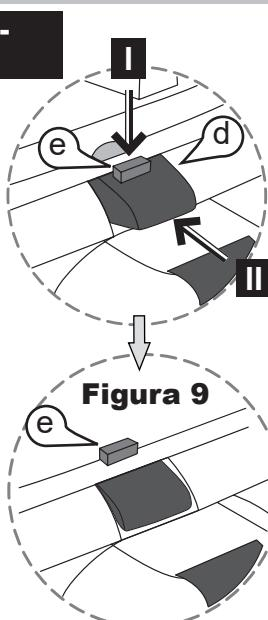

Figura 9
- Premere il pulsante rosso (e) del dispositivo di bloccaggio e, contemporaneamente, spingere la leva (d) premuta saldamente. Il pulsante (e) rimane quindi inserito nel suo alloggiamento. (Figura 9)